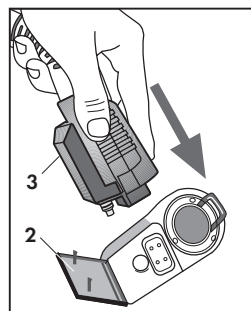

Fig. 20
FERRO DA STIRO (Fig. 20 - 21 - 22)
Per il suo utilizzo inserire l'attacco (3) del ferro da stiro nella sede della presa accessori (Fig. 20) al posto del tubo flessibile, come descritto a pag. 9 (Fig. 10) "Collegamento tubo Aspirazione/Iniezione".